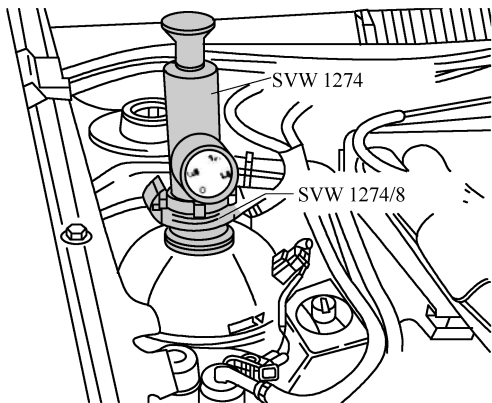

图 2-4-2 安装检测设备
2) 将冷却系统检测设备 SVW1274 连同冷却系统检测设备的适配接头 SVW1274/8 安装在冷却液膨胀罐上, 如图 2-4-2 所示。